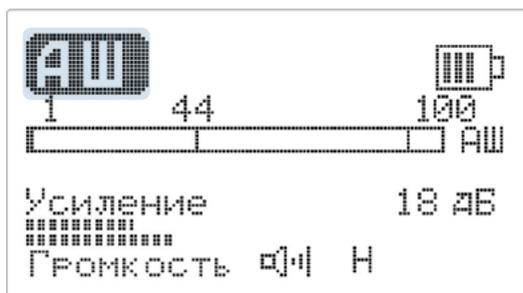

Рисунок 8 – Основной экран меню канала «АШ»
4.7.1 Основной экран канала «АШ» (Рис. 8). Полоса пропускания на канале «АШ» 100...2000 Гц. Канал может быть использован для прослушивания всего спектра сигналов, принимаемых акустическим датчиком. Сигнал канала «АШ» используется для формирования импульса «Adt» и измерения задержки между магнитным и акустическим сигналами ( $T=1,2$  мс).